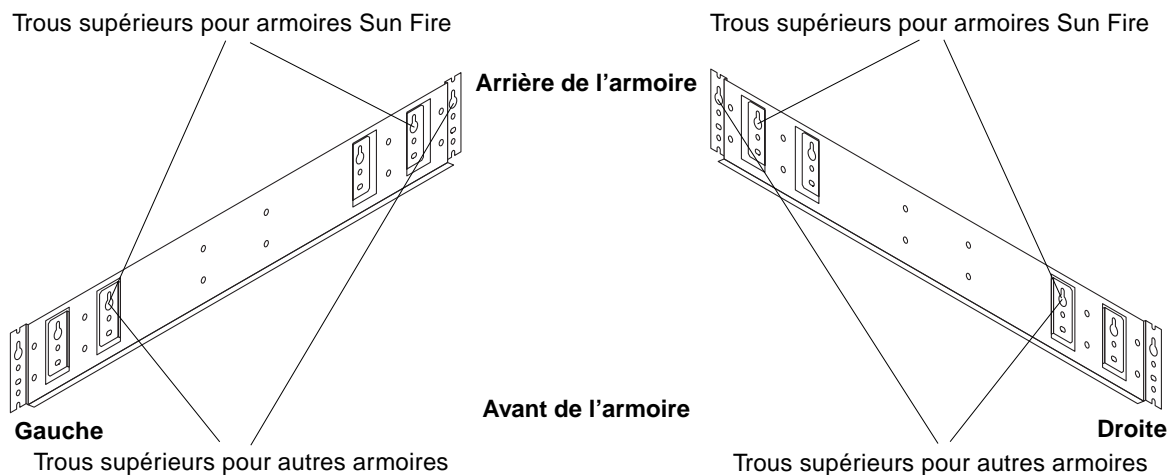

FIGURE 4 Trous supérieurs de fixation du support de montage à l'armoire
Introduisez les vis dans les trous des rails en traversant les trous des supports (voir FIGURE 4).
b. En utilisant les trous du haut indiqués pour votre armoire dans la FIGURE 4, placez le support sur les vis.
La FIGURE 4 montre les trous supérieurs à utiliser avec des armoires Sun Fire armoires et les trous à utiliser avec d'autres types d'armoires.